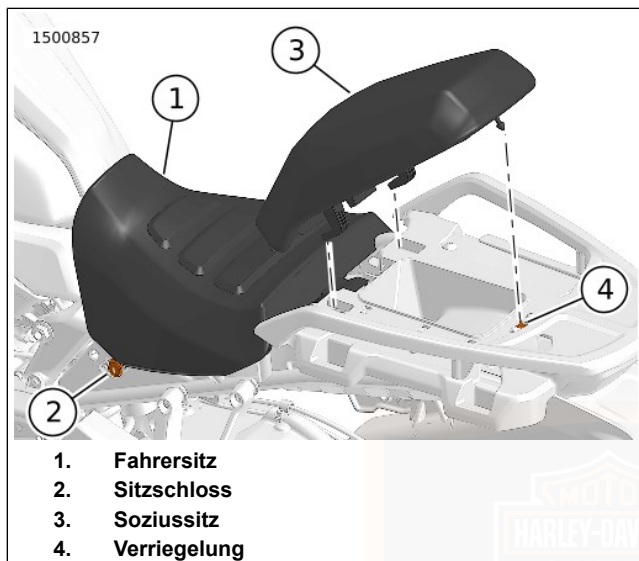
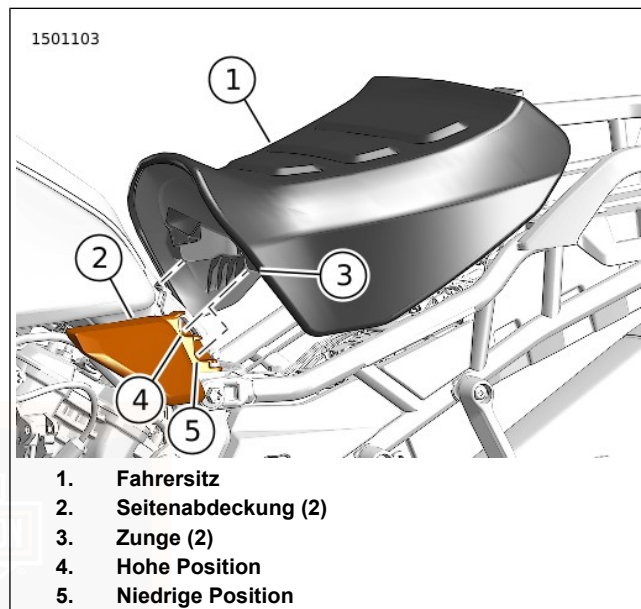

Abbildung 96. Soziussitz
Abbildung 97. Fahrersitz (zweiteilig)
1. Siehe Abbildung 96. Den Schlüssel in das Sitzschloss (2) stecken.
2. Den Schlüssel drehen, um die Verriegelung (4) zu entsperren.
3. Zum Entfernen erst anheben und dann nach hinten auf den Soziussitz (3) heben.
4. Zum Entfernen erst anheben und dann nach hinten auf den hinteren Teil des Fahrersitzes (1) heben.
1. Siehe Abbildung 97. Die Zungen (3) des Fahrersitzes (1) in die hohen (4) oder niedrigen (5) Schlitze der Seitenabdeckungen (2) einführen.
2. Den hinteren Teil des Fahrersitzes (1) in seine Position absenken.
3. Siehe Abbildung 96. Die Zungen am Soziussitz (3) in die Schlitze der Sitzhalterung einrasten lassen.